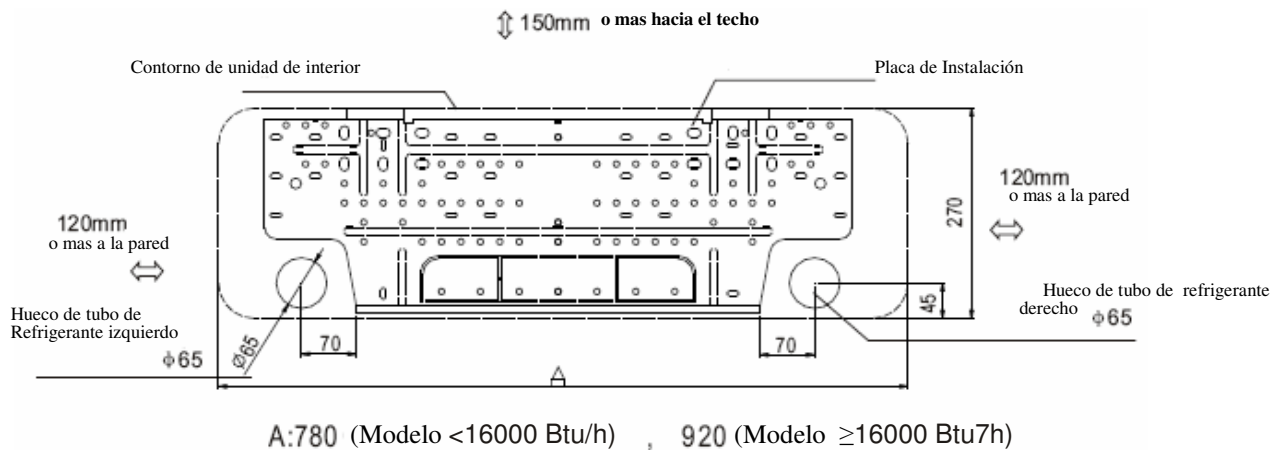

Fig.5
1. Determine la posición del hueco de acuerdo al diagrama detallado en la Fig. 5. Taladre uno (1) hueco (65mm) inclinándose ligeramente hacia el lado del exterior.